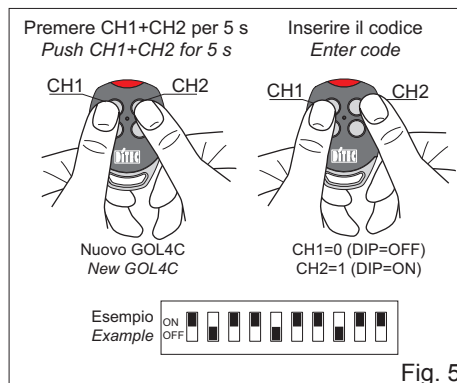

Fig. 5
7. CLONAGE GOL4C PAR INTRODUCTION D'UN CODE (fig. 5)
- Entrer un code formé de 10 numéros en appuyant sur CH1=0 (OFF) ou CH2=1 (ON). On a 5 s. à disposition entre une pression et l'autre.
7. SPEICHERUNG GOL4C DURCH EINGABE DES CODES (Abb. 5)
- Einen Code von 10 Ziffern durch Drücken von CH1=0 (OFF) oder CH2=1 (ON) eingeben. Zwischen dem zweimaligen Drücken hat man 5 s lang Zeit.